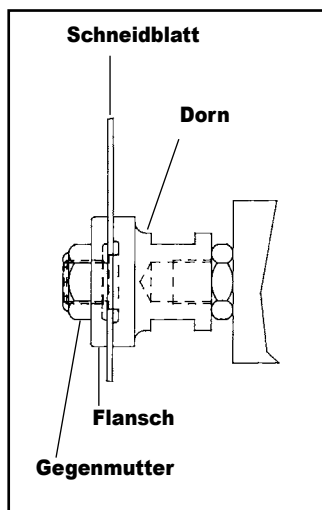

ABB. 2
a. Standarddorn – Schneidblatt in den Dornansatz (Durchmesser = 5/8" (15,9 mm), siehe Abb. 2) einsetzen. Bauen Sie den Flansch mit der entlasteten Seite zum Schneidblatt hin ein. Schrauben Sie anschließend die Gegenmutter auf. Ziehen Sie, während Sie einen Schraubenschlüssel (im Lieferumfang) an den flachen Seiten des Dorns (7/8) angesetzt haben, die zum Dorn zugehörige Gegenmutter fest. Das Schneidblatt muss vollständig auf dem Dornansatz sitzen und bündig zur Dornoberfläche liegen.
aus Abb. 2 und 3 auf der rechten Seite